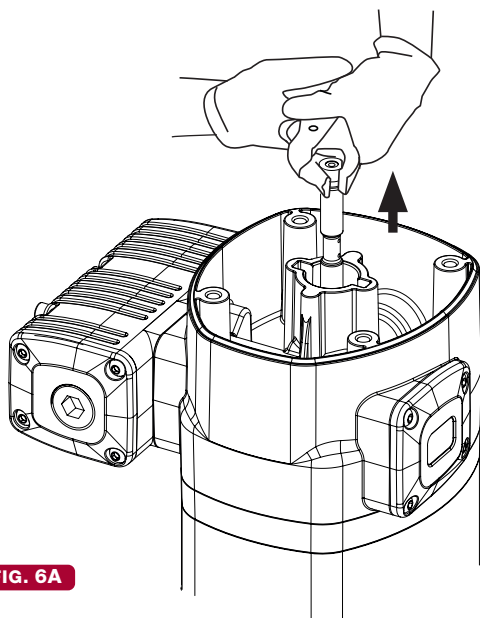
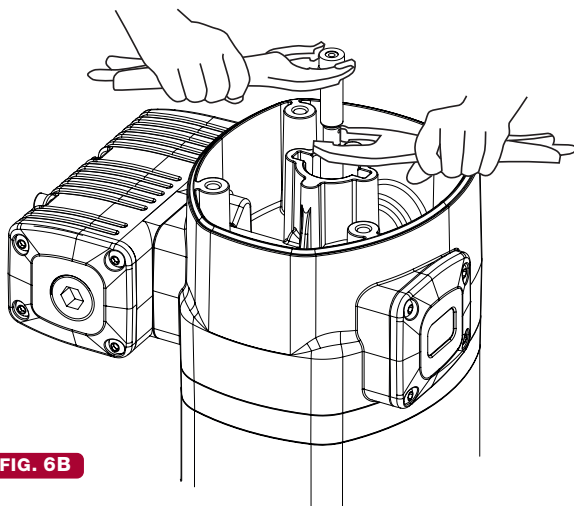

FIG. 6A
FIG. 6B
1. Unscrew the bolts (2) and remove the cap (3).
2. Unscrew the sensor sleeve (4).
3. With a manual clamp on the nut (5), pull the rod (40) outwards until its central recess appears (fig. 6A). Then, with another manual clamp, grab the rod (40) on said recess to prevent sealing surface to be damaged, and unscrew the nut (5) (fig. 6B).
4. Remove o-ring (6) and ring (7), and replace them with new ones later.
5. Unscrew the bolts (55). Pull the motor body (13) outwards to free it along with bridge (36).
6. Take away the gasket (9) and replace its seals (8) and (10).
7. Unscrew the bolts (37) and split the motor (13) from the bridge (36). Take away the washer (32) and replace the seal (8).
8. Take away the cylinder (50) while carefully holding the air piston (46). Replace the piston seal (44).
9. Reassemble in reverse order, applying thread locker in screws (37), nut (5) and sensor sleeve (4).
1. Skruva bort skruvarna (2) och ta bort locket (3).
2. Skruva bort sensorhylsan (4).
3. Använd en polygrip för att hålla fast muttern (5), dra axeln (40) uppåt tills en avsmalning i axeln blir synlig (fig 6A). Använd ytterligare en polygrip och fatta runt avsmalningen i axeln för att undvika skador på tätningsytorna på axelns större diameter, och skruva sedan bort muttern (5) (fig 6B).
4. Ta bort o-ringen (6) och ringen (7) och byt ut mot nya senare.
5. Skruva bort skruvarna (55). Dra bort luftmotorns hus (13) tillsammans med adapterplattan (36).
6. Ta bort hylsan (9) och byt tätningarna (8) och (10).
7. Skruva bort skruvarna (37) och dela luftmotorn (13) från adapterplattan (36). Ta bort brickan (32) och byt ut tätningen (8).
8. Ta försiktigt bort luftcylindern (50) samtidigt som man håller i luftkolven (44). Byt ut luftkolvens o-ring (45).
9. Montera i omvänd ordning, applicera låsvätska på skruvarna (37), muttern (5) och sensorhylsan (4).